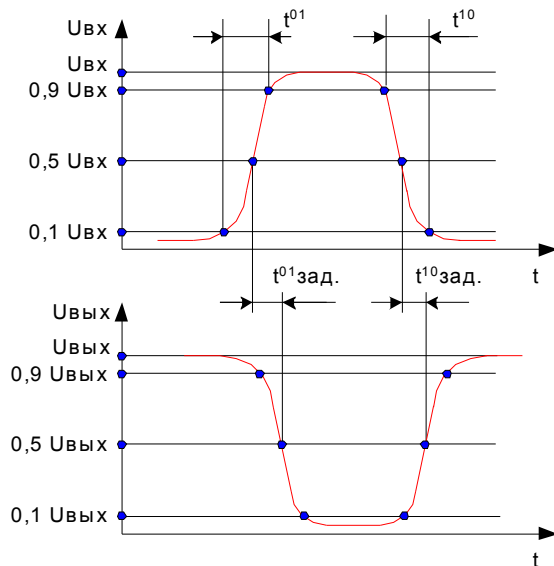

Рис. 178
1. Время переключения из логического нуля в логическую единицу t^{01} – это время, за которое напряжение на входе или выходе возрастает от 0,1 до 0,9 уровня логической единицы (смотрите рисунок 178).